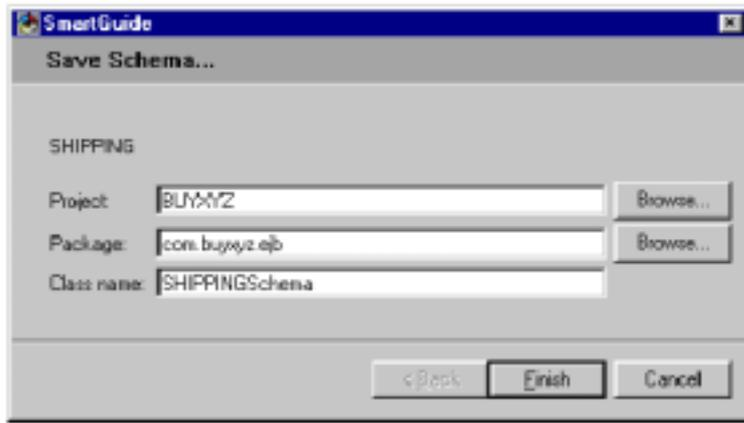

图 7-4 VisualAge 保存模式智能向导
8. 保存最新创建的模式。单击 Schemas -> Save Schema...，将出现保存模式智能向导窗口（图 7-4）。确定项目名和包名，例如“BUYXYZ”和“com.buyxyz.ejb”。